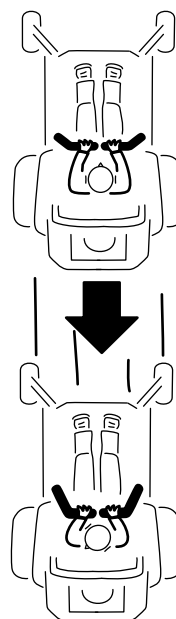

Figura 24
2. Per fare marcia indietro tirate lentamente indietro le leve di controllo del movimento (Figura 24).